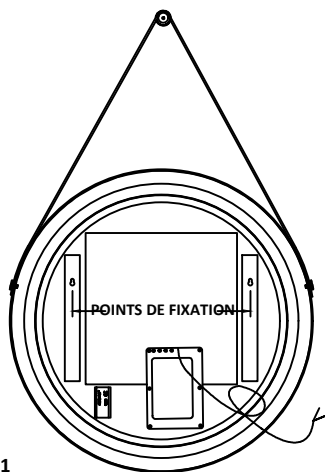

Fig 1
- 1) Marquez soigneusement la position du miroir à l'aide d'un crayon à papier en vous assurant qu'il est de niveau. Retirez le miroir et marquez les points de montage, voir Fig 1. Veillez à ce que tous les points de montage marqués correspondent exactement aux points de fixation du miroir.